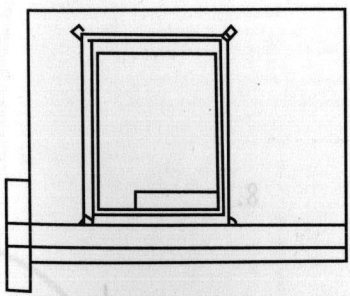

图1-1
1. 将图纸放在图板左下方，用丁字尺对好水平位置，图纸下方要留出大于丁字尺宽度的空处，用胶纸将图纸贴牢，如图1-1所示。